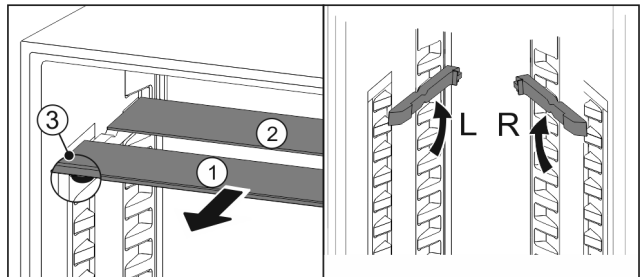

Fig. 71
- ▶ Sortir les tablettes par l'avant Fig. 71 (1).
- ▷ La tablette en verre Fig. 71 (1) avec bordure décorative est située à l'avant.
- ▷ Les butées Fig. 71 (3) sont orientées vers le bas.